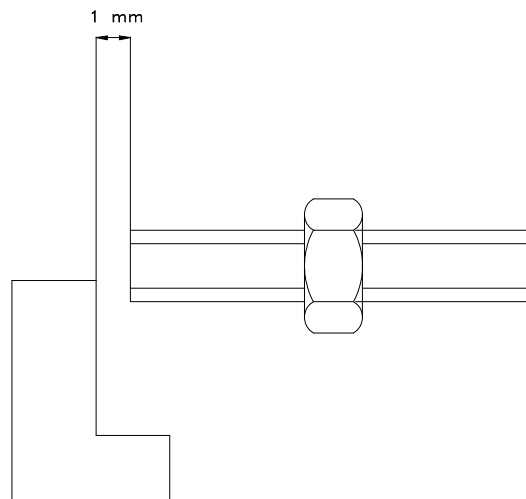

Fig.7.4
- posicionar el cabezal del sensor en frente del asta dejando una tolerancia de cerca 1 mm. como per Fig. 7.4.